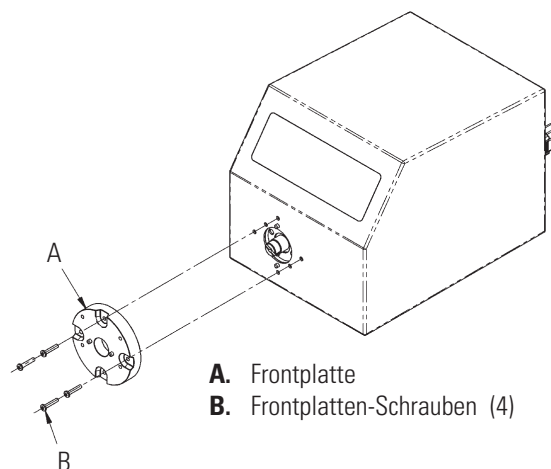

Abbildung 4-3. Wellendichtringinspektion
2. Die vier (4) Schrauben (siehe Abbildung 4-3, B), mit denen die Frontplatte (Abbildung 4-3, A) an den Antrieb befestigt ist, entfernen, und die Frontplatte vom Antrieb abnehmen. Sie können 8-32 er Schrauben in die Pumpenmontagelöcher einstecken, um die Frontplatte damit abziehen. Die Schraube (b) für Schritt 8 behalten. Die Schrauben NICHT ERSETZEN.